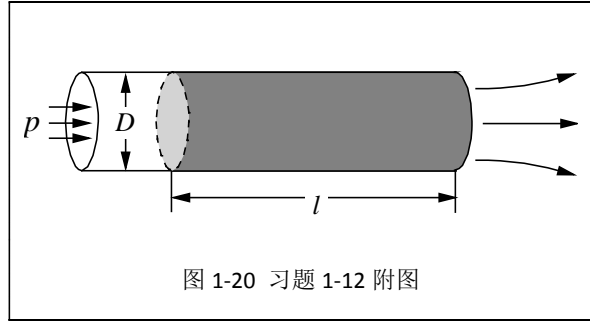

图 1-20 习题 1-12 附图
**1-12** 如图 1-20 所示, 一圆形管内装有理想塑性流体, 其剪切应力与变形速率的关系由式 (1-18) 所描述。已知该流体屈服应力为  $\tau_0$ , 现从管的左端加压力  $p$ , 问该压力至少为多大才能将该塑性流体挤出管外? 已知管子直径为  $D$ , 塑性流体充满长度为  $l$  的管段, 管外为大气。